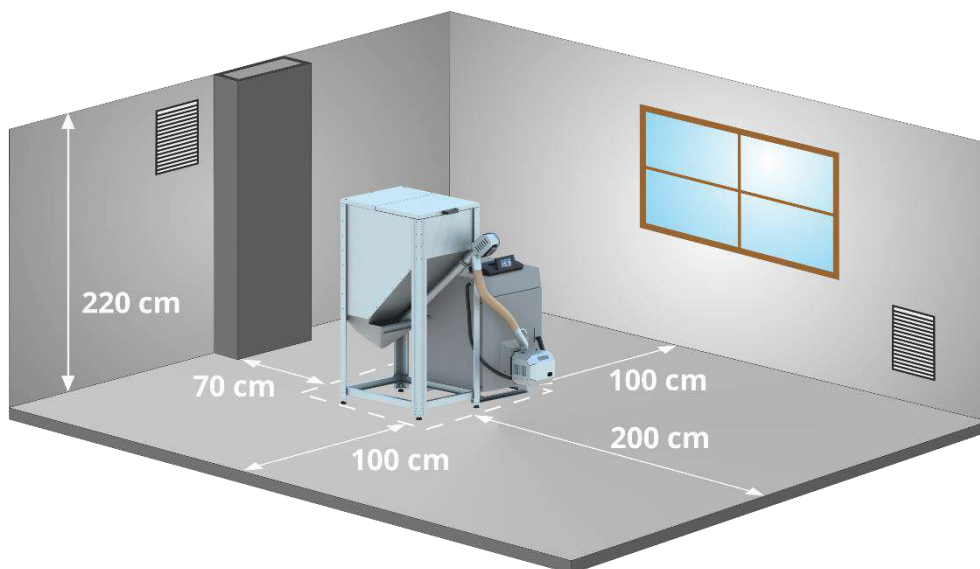

Рисунок 11.1 Минимальные расстояния при установке котла в котельной
- Требования к минимальным расстояниям от котла к стенам представлены на схеме котельной (Рисунок 11.1).